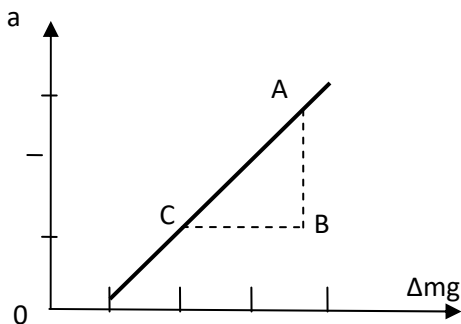

Рисунок 10 – Зависимость ускорения грузов от массы перегрузки
Графиком указанной зависимости  $a = f(\Delta mg)$  является прямая, не проходящая через начало системы координат (рис.10).
9. По средним значениям построить график зависимости  $a = f(\Delta mg)$ . По формуле (57) вычислить приведённую массу  $M$  системы. По графику на рис.10 определить значение силы трения  $F_{mp}$ .
5. От чего зависит угловой коэффициент прямой на рис. 10?
6. Что характеризует отрезок, отсекаемый прямой на оси абсцисс на рис. 10?